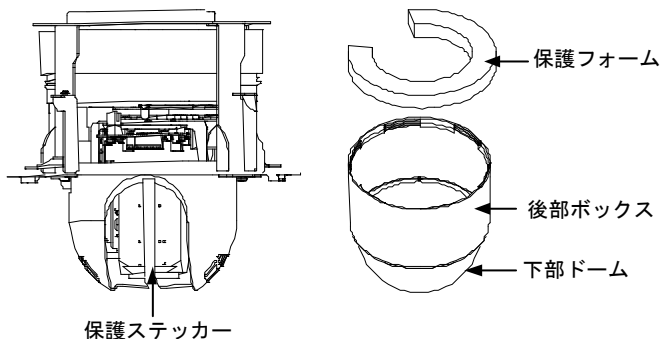

図 2-32 保護アクセサリの取り外し
1. 図 2-32 に示すように下部ドームを反時計回りに回して後部ボックスから取り外します。
1. 下部ドームを反時計回りに回して後部ボックスから取り外します。図 2-32 を参照してください。